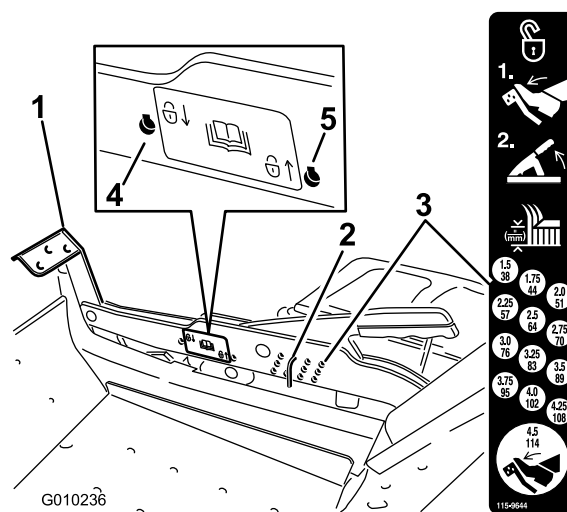

Figura 28
1. Pise el pedal de elevación de la carcasa y eleve la carcasa a la posición de transporte (que es también la posición de altura de corte de 114 mm (4.5 pulgadas) (Figura 28).
2. Para ajustar la altura de corte, retire el pasador del soporte de altura de corte (Figura 28).
3. Seleccione el taladro del sistema de altura de corte que corresponde a la altura de corte deseada, e inserte el pasador (Figura 28).
2. Retire el pasador del soporte de altura de corte (Figura 28).
3. Seleccione el taladro inferior en la pegatina de bloqueo e inserte el pasador (Figura 28).
4. Seleccione el taladro superior en la pegatina de bloqueo e inserte el pasador (Figura 28).